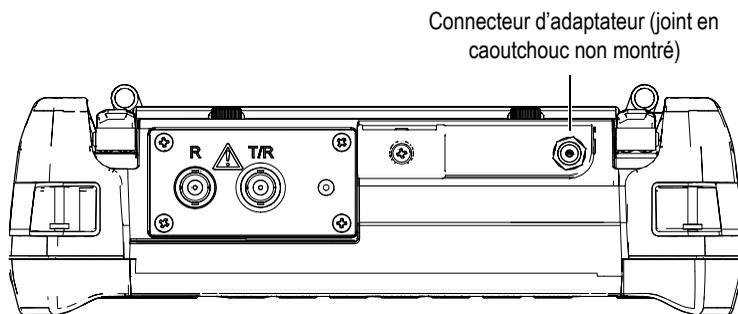

Figure 4-2 Connecteur de l'adaptateur
Le chargeur-adaptateur fournit le courant alternatif à l'EPOCH 600. Ce chargeur-adaptateur est doté d'une entrée d'alimentation c.a. universelle, il peut donc être branché sur les secteurs de 100 à 120 V c.a. ou de 200 à 240 V c.a., de 50 Hz à 60 Hz. La fiche d'adaptateur c.a. de l'EPOCH 600 se connecte à la sortie du chargeur-adaptateur (voir la Figure 4-2 à la page 76).
3. Connectez la fiche d'alimentation c.c. du chargeur-adaptateur au connecteur d'adaptateur (voir la Figure 4-2 à la page 76).